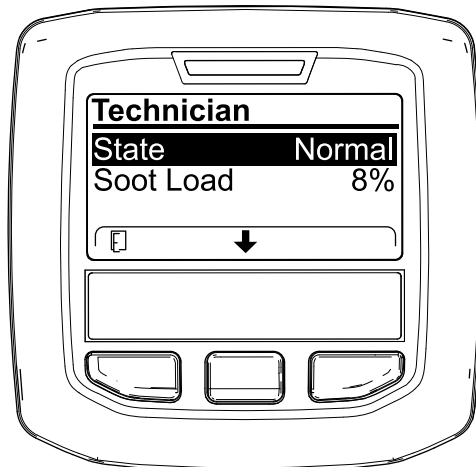

图 44
- 使用 DPF 操作表了解 DPF 操作的当前状态图 44。